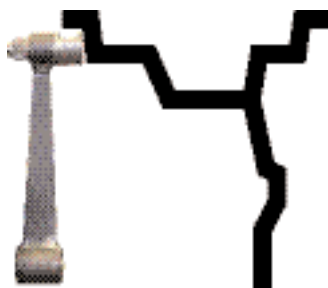

Рис. 10.1
10.2. Данная модель СБ снабжена устройством, позволяющим автоматически вводить диаметр " $d$ " колеса и дистанцию " $A$ ". Для этого необходимо, взяв за рукоятку, вытянуть из корпуса СБ штангу ввода параметров, подвести палец на конце рукоятки к месту установки корректирующих грузов на внутренней стороне обода (см. рис. 10.1) и удерживать штангу в этом положении до появления звукового сигнала, после чего вернуть штангу в исходное положение.